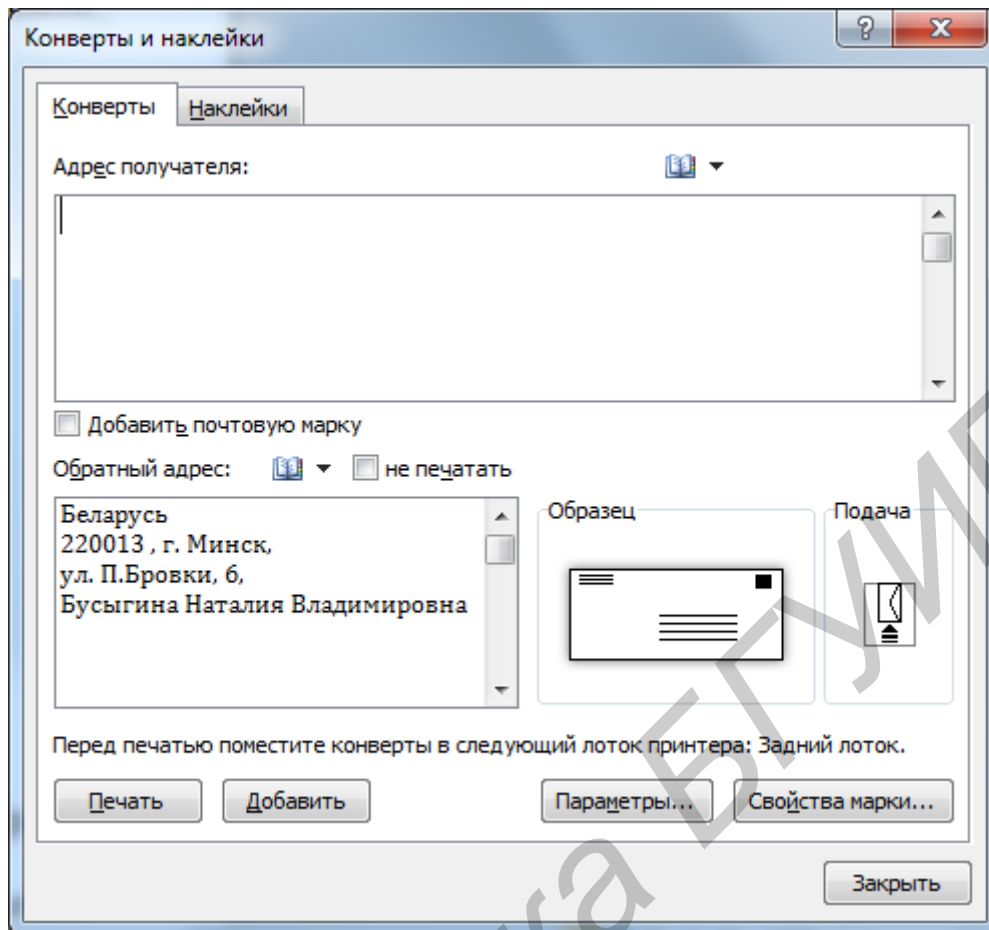

Рис. 3.5. Выбор адреса для конверта и папки Контакты
2. Выберите команду *Рассылки* → *Конверты* или *Рассылки* → *Наклейки*. Откроется окно *Конверты и наклейки* (рис. 3.5).